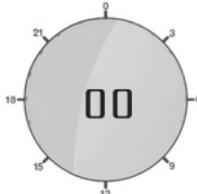

Рисунок 10. Начальная индикация в режиме программирования таймера
Нажмите клавишу меню (3) (1) для возврата в режим программирования таймера, на дисплее появится индикация «00» (рис. 10).